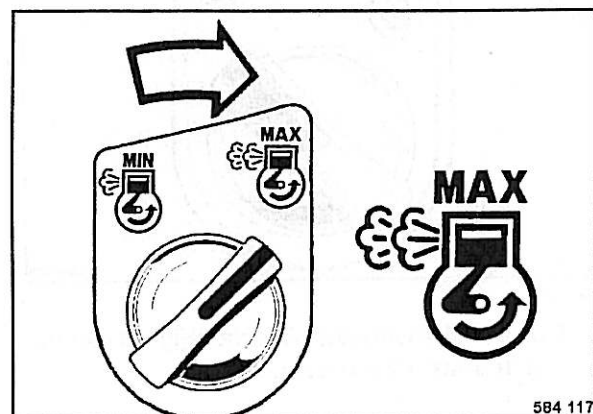

Fig. 45
- Colocar el interruptor giratorio (Fig. 45) en „MAX" (pleno gas).